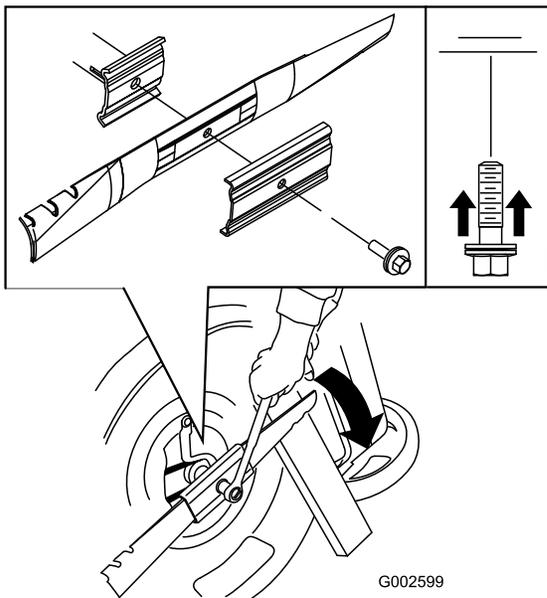

Figura 41
3. Utilice un bloque de madera para inmovilizar la cuchilla (Figura 41).
4. Retire la cuchilla, conservando todos los herrajes de montaje (Figura 41).
5. Instale la cuchilla nueva y todos los herrajes de montaje (Figura 41).